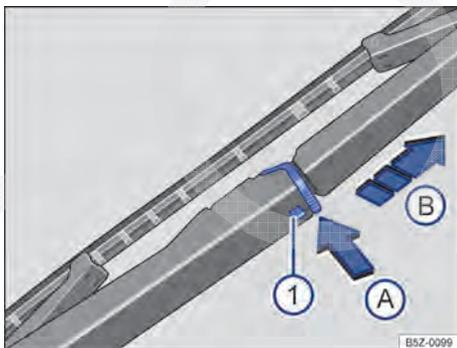

Fig. 135 Substituir a palheta do limpador do vidro traseiro.
- Manter o botão de destravamento → Fig. 135 ❶ pressionado.
- Pressionar a trava da palheta do limpador do vidro traseiro → Fig. 135, no sentido da seta (A).
- Puxar a palheta do limpador do vidro traseiro → Fig. 135, no sentido da seta (B).
- Introduzir a nova palheta do limpador do vidro traseiro **de mesmo tamanho e modelo** no braço do limpador do vidro traseiro no sentido contrário da seta → Fig. 135 (B) até que ela se trave.